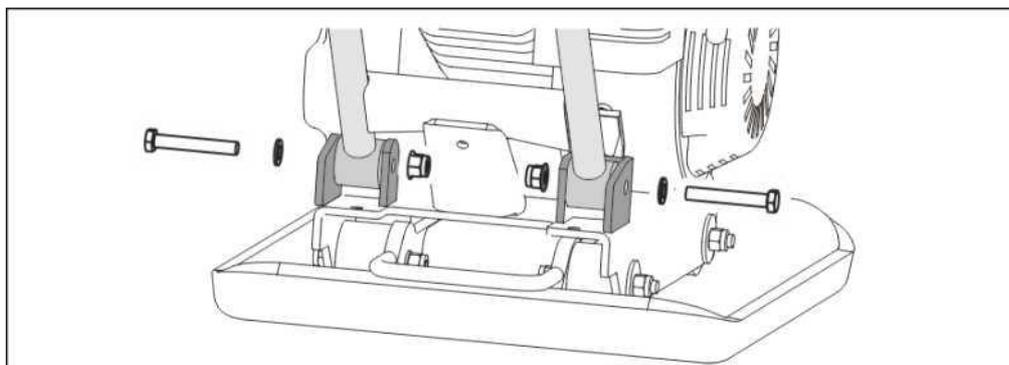

Рис. 5. Установка рабочей рукоятки на виброплите.
2. Совместите отверстия в нижней части рабочих рукояток и кронштейнах рамы виброплиты. Вставьте в отверстия болты (в комплекте), после чего зафиксируйте их гайками (Рис. 5).